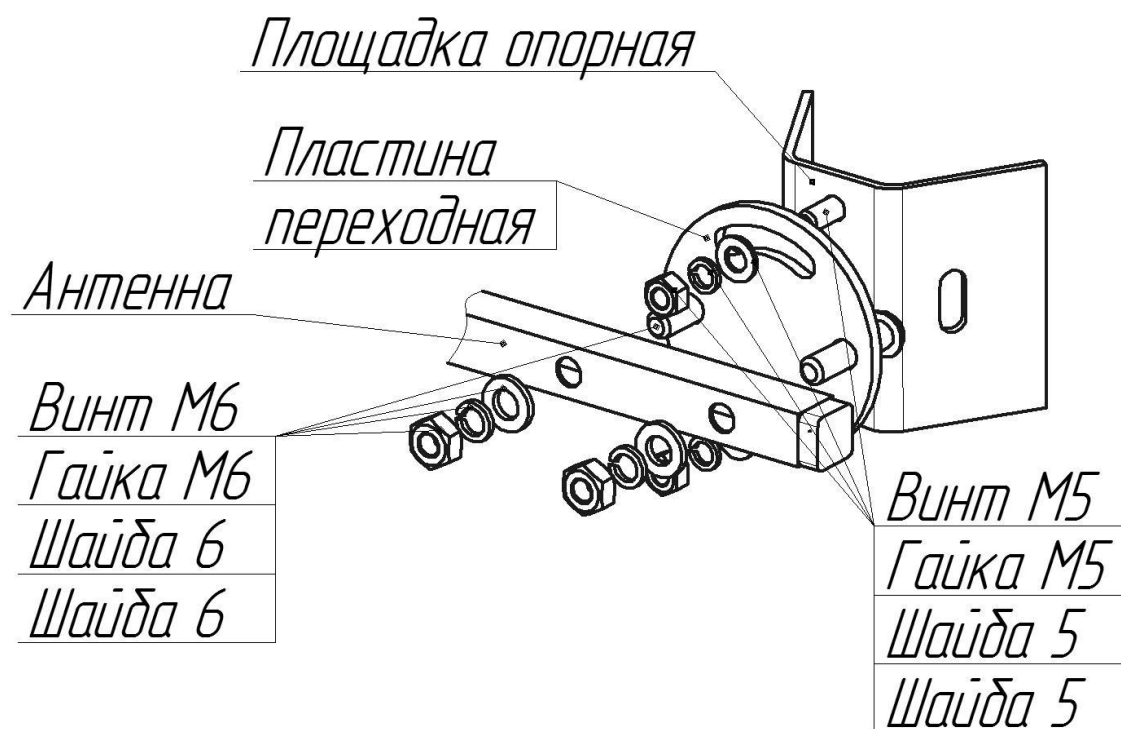

Рисунок 2 – Установка площадки опорной на антенну АВ-433
- установить пластину переходную на антенне с помощью винтов (Рисунок 2);
- закрепить антенну на пластине переходной с помощью винтов (Рисунок 2);